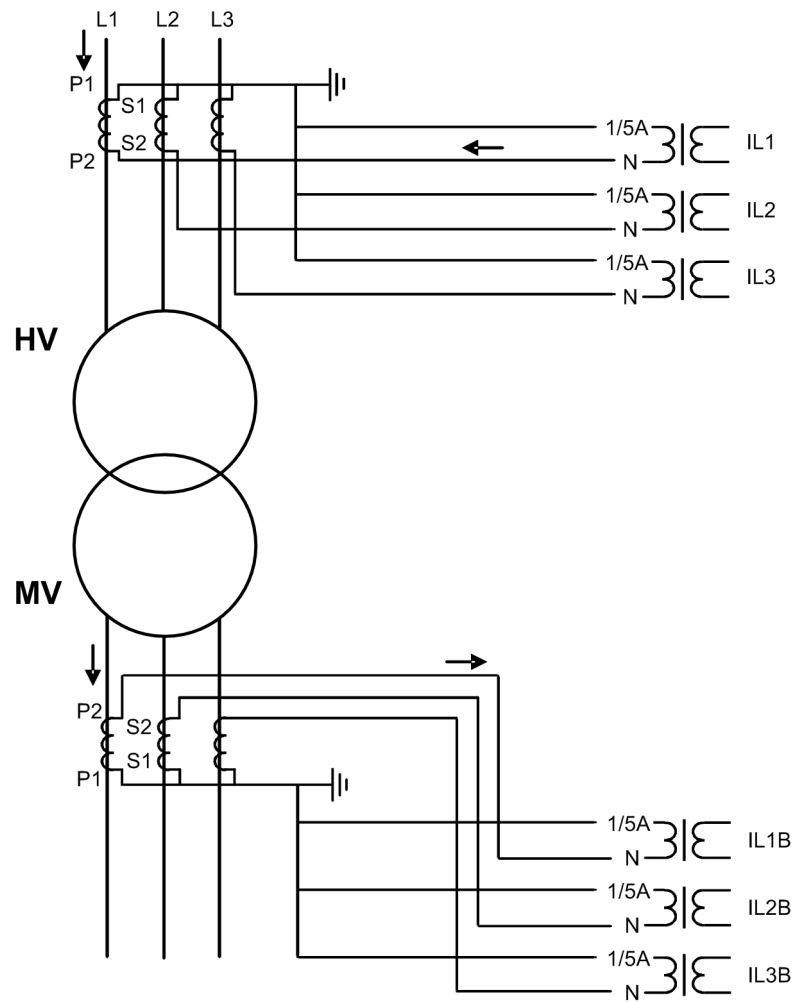
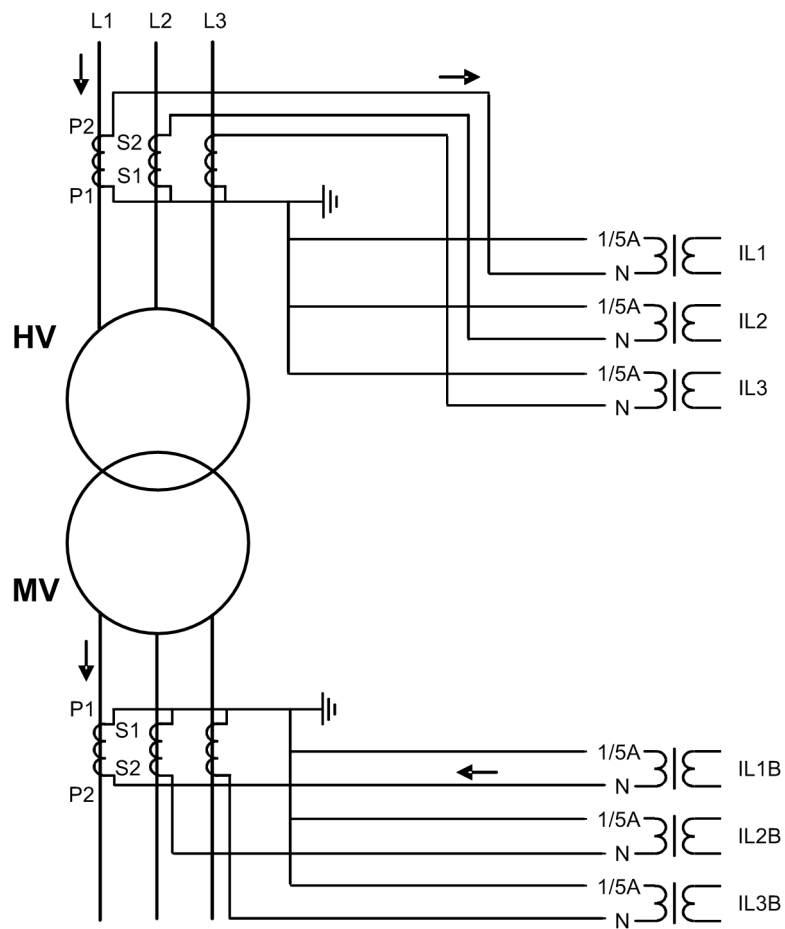

Figure 260: Exemple de connexion des transformateurs de courant de Type 1
Figure 261: Autre exemple de connexion des transformateurs de courant de Type 1
- Si les directions positives des courants de relais de protection des enroulements 1 et 2 sont opposées, le réglage du paramètre *CT connection type* est « Type 1 ». Des exemples de connexion de « Type 1 » sont présentés à la Figure 260 et à la Figure 261.